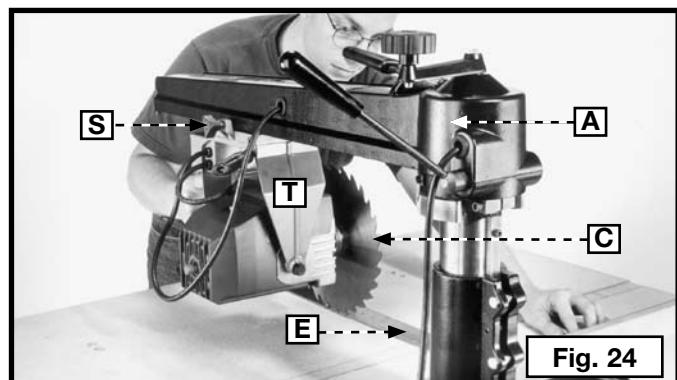

Fig. 25
- Pour ajuster, desserrer la vis de verrouillage de l'anneau d'index (J) Figure 25 et la poignée de fixation du bras (K).